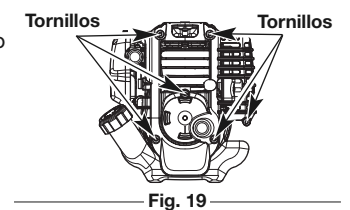

Fig. 19
1. Quite los 6 tornillos de la tapa del motor con un destornillador plano o un destornillador Torx T-25 (Fig. 19). Quite la cubierta del motor.
2. Quite los 6 tornillos de la tapa del motor con un destornillador plano o un destornillador Torx T-25 (Fig. 19). Quite la cubierta del motor.